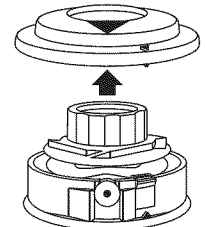

Fig. 17
3. Quite la cubierta de la bobina (Fig. 17).